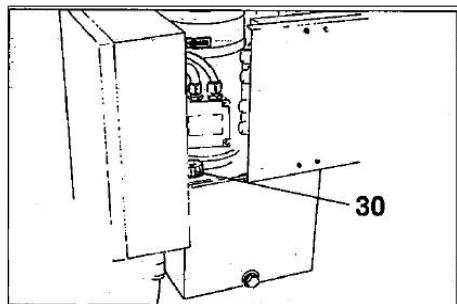

Рис. 37
5) Открутите крышку (30, рис. 37), залейте масло, закрутите крышку и зафиксируйте ее.